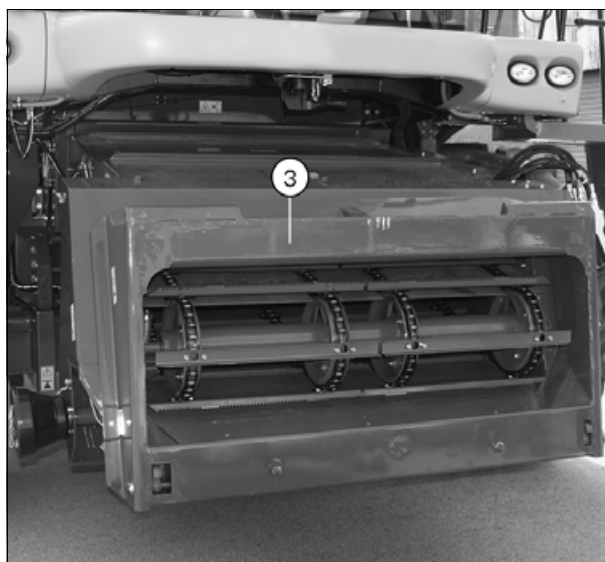

Рис. 2.
Запустить дизельный двигатель, используя переключатель (2), переместить главный приемный элеватор полностью вправо, затем полностью влево (рисунок сверху *рис. 2*).